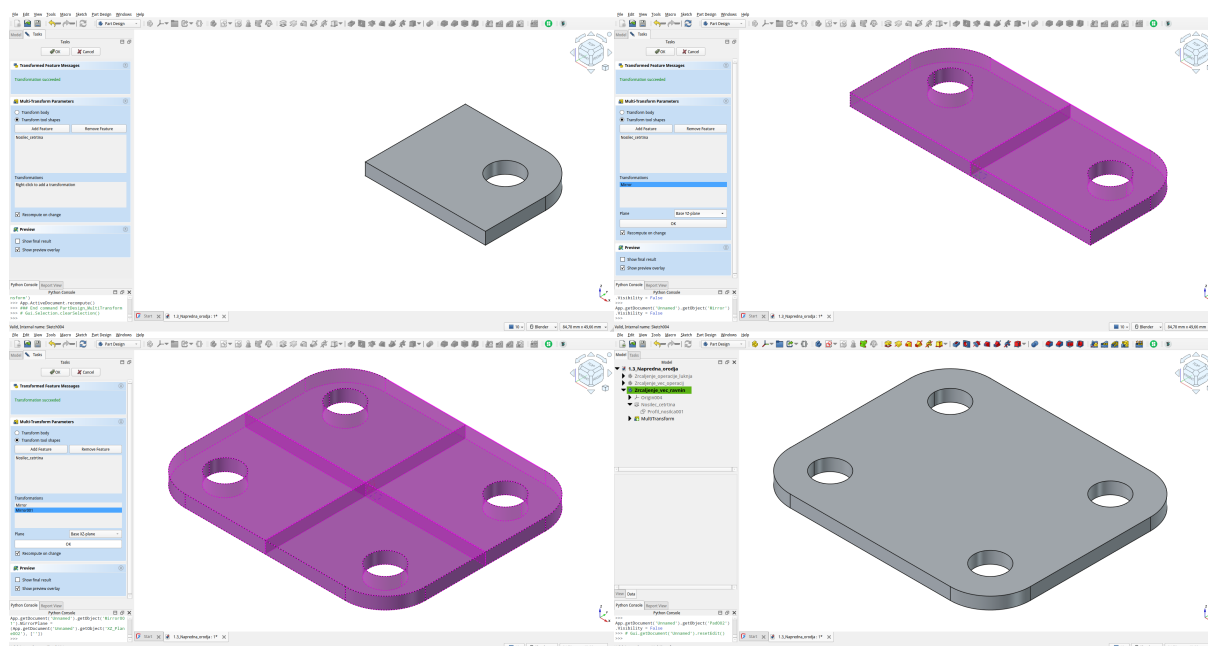

Figure 4: Primer uporabe orodja Multi-Transform za potrebe zrcaljenja preko več ravnin.
1.4.1.5 Primer 3: Zrcaljenje preko več ravnin Na fig. 4 je prikazan primer, kjer uporabimo orodje **Multi-Transform**, ki omogoča hkratno izvedbo več transformacij, med njimi tudi zaporedno zrcaljenje preko različnih ravnin. V praksi to pomeni, da lahko izberemo četrtno nosilca (1/4 modela) in ga v enem koraku zrcalimo dvakrat – najprej glede na YZ-ravnino, nato še glede na XZ-ravnino. Na ta način lahko ustvarimo popolnoma simetričen nosilec brez dodatnega risanja skic.